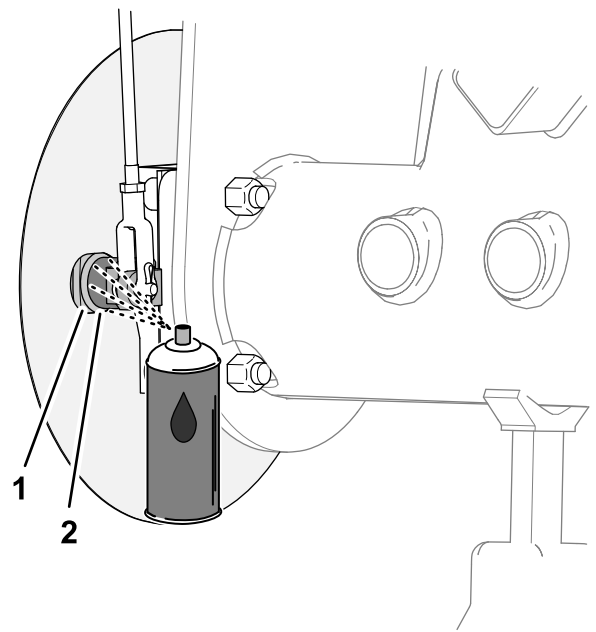
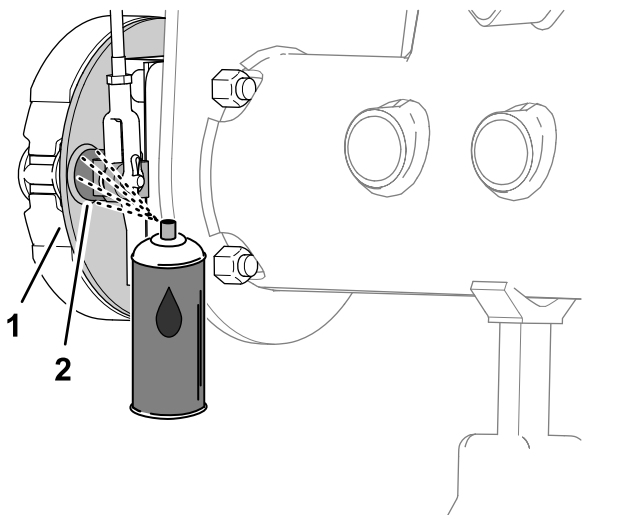

图 66
图 65
1. 在制动支撑板不带选配轮辋挡草罩的机器或车轮护罩带选配轮辋挡草罩的机器的内侧在制动凸轮轴和支撑板之间喷涂渗透润滑油图 65或图 66。